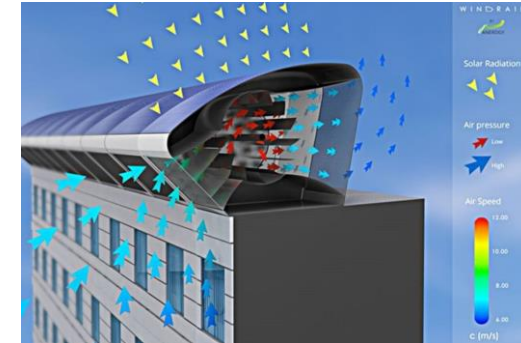

Abbildung 1 Windrail
Windrail-Technologie (Abb.1): Diese Anlagen werden bündig mit der Hausfassade am First montiert und sorgen so dafür, dass der durchströmende Wind eine waagrecht laufende Turbine durchläuft und so aus kinetischer, elektrischer Energie erzeugen kann. Kombiniert werden diese Anlagen mit PV-Modulen.
- Abbildung 1: https://www.enbausa.de/fileadmin/_processed_/5/9/csm_windrail-web_a91e3fcf0a.jpg